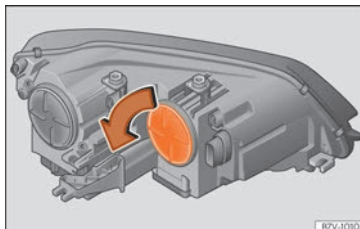

Abb. 64 Im Motorraum: Blinkerabdeckung.
- Abdeckung  **Abb. 64** in Pfeilrichtung drehen und abziehen.
- Abdeckung  **Abb. 64** entgegen der Pfeilrichtung bis zum Anschlag drehen.
- Abdeckung »» **Abb. 64** entgegen der Pfeilrichtung bis zum Anschlag drehen.